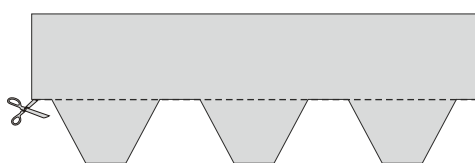
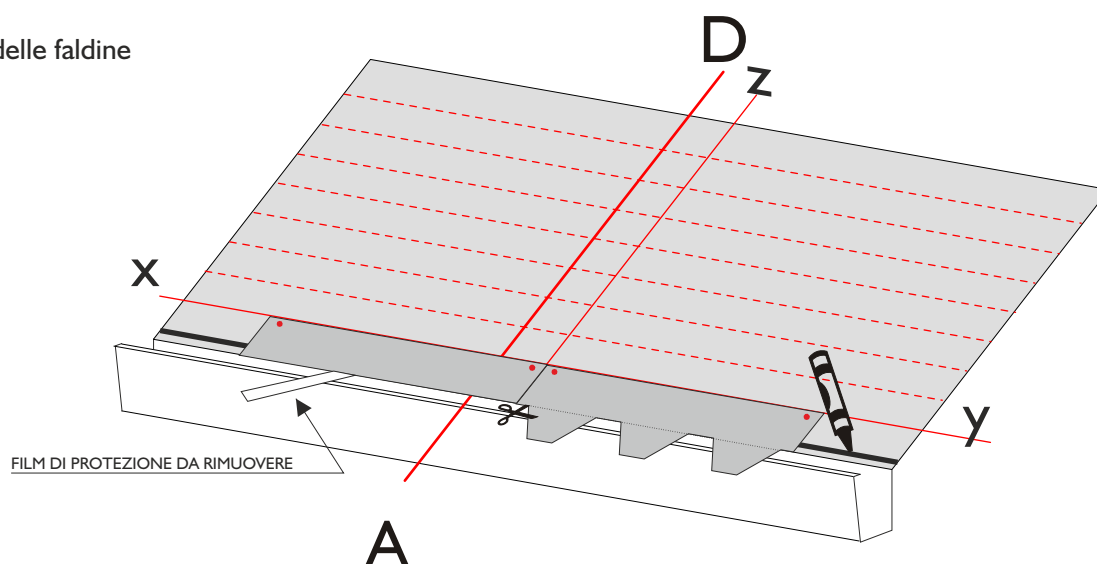

Fig. 2 - Taglio delle faldine
Fig. 3 - Posa della fila di partenza
- Applicare sulla linea di gronda un cordolo di adesivo bituminoso “bitustick” e le tegole dopo averne tagliato le faldine (fig.2) e rimossa la pellicola di protezione della fascia autoadesiva. Per posare correttamente la fila di partenza allineare la tegola alla linea di riferimento z (vedi fig. 3).